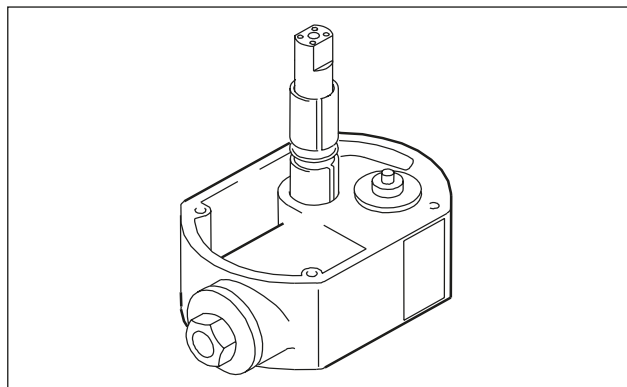

Fig. 19: Montaggio dell'asta dello stantuffo
- Per il montaggio dei gusci dei cuscinetti scorrevoli e della guarnizione ad anello, si consiglia di utilizzare l'asta dello stantuffo come guida. Accertarsi che le fessure dei gusci di cuscinetto vengano montate sfalsate (Fig. 19).